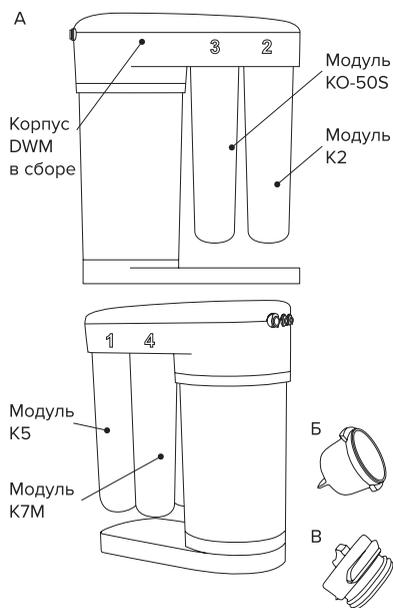

Рис. 1
1. Корпус DWM (рис. 1) состоит из верхней плиты с коллекторами для подсоединения сменных фильтрующих модулей, блока гидроавтоматики, основания, обеспечивающего устойчивость DWM. Верхняя плита закрыта декоративной крышкой, закрепленной пластиковыми фиксаторами. Важной деталью корпуса DWM является накопительный бак для чистой воды. Так как производительность обратноосмотической мембраны невелика (зависит от типа мембраны, температуры воды, давления в водопроводе), вода после мембраны поступает в накопительный бак для того чтобы Вы могли пользоваться чистой водой в любой момент и в необходимых количествах.